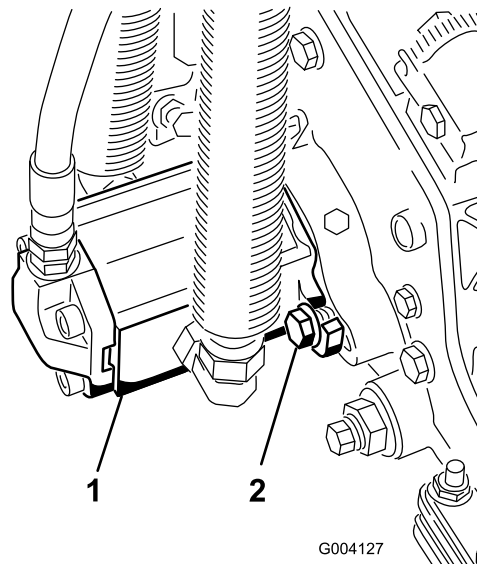

図 11
15. モータを手を持ち、右回りにひねってモータのフランジをキャップスクリュから逃がしながら、キャップスクリュにモータをセットする（図 11）。モータを左回りにひねって、キャップスクリュにフランジをしっかりと掛け、キャップスクリュを締めてモータを固定する。